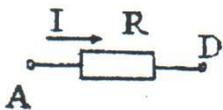

Рисунок 10 - Электрическая схема
5. Находим эквивалентное сопротивление цепи, учитывая, что $R_{AB} = R_1$, рис. 10:
6. Для схемы изображенной на рис. 10 нетрудно найти ток, потребляемый цепью, который одновременно является током неразветвленной части цепи. На основании закона